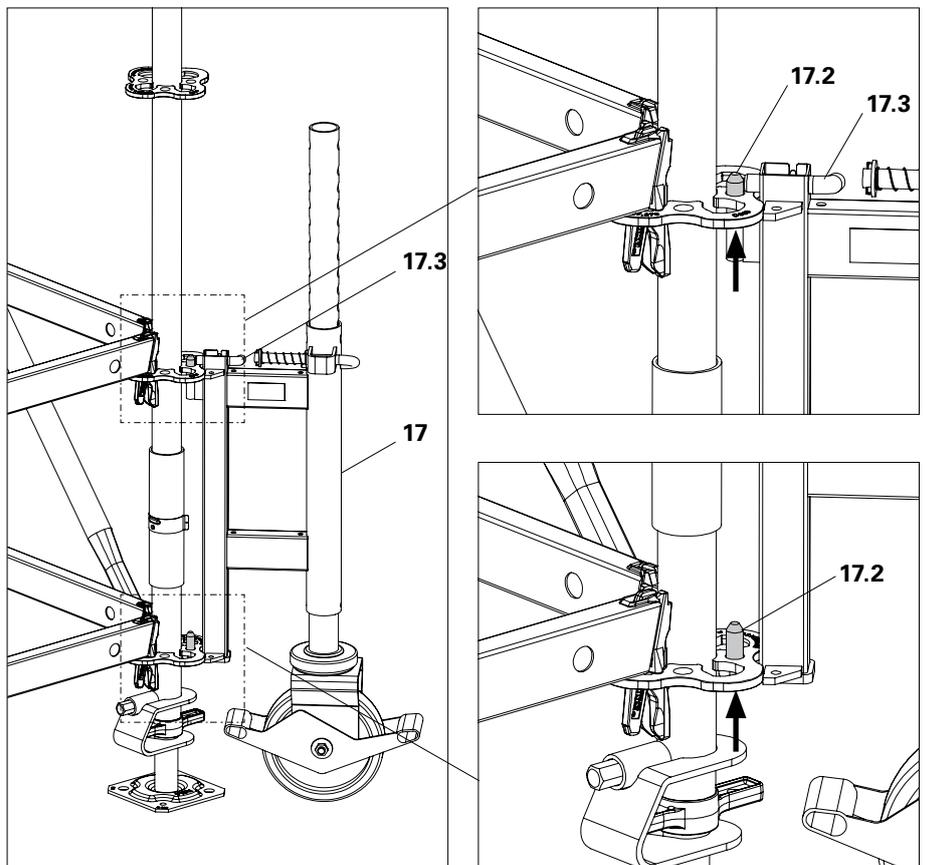

Fig. B1.04
1. Insertar las ruedas de transporte con las espigas (17.2) desde abajo en las rosetas. Introducir las espigas primero en la roseta inferior, luego en la superior. Sujetar firmemente las ruedas de transporte. (Fig. B1.04)